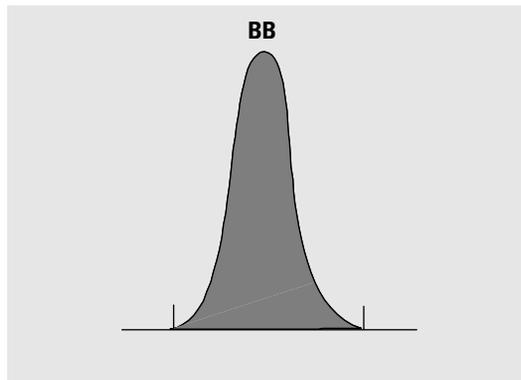

Figura 47 Misurazione dell'area di picchi da linea di base a linea di base
- per picchi da linea di base a linea di base (BB), l'area al di sopra della linea di base fra i contrassegni, come nella Figura 47 a pagina 155;